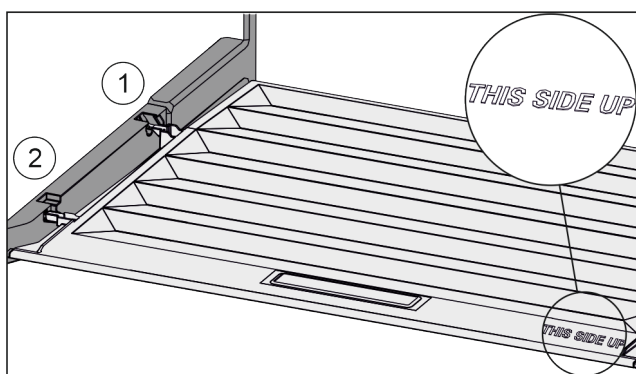

Fig. 81
- ▶ Introduzca los nervios de la tapa por la abertura del soporte trasero Fig. 81 (1) y encájelos por delante en el soporte Fig. 81 (2).